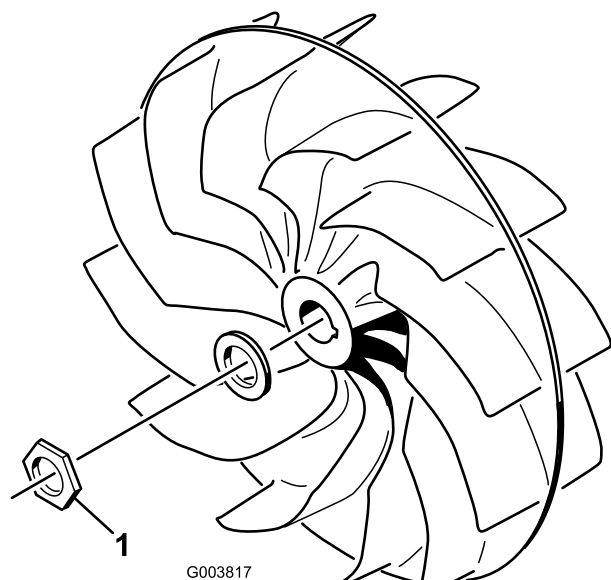

図 12
- ・ ファンの取り付けナット（図 12）の締め付けトルク： 500 ft-lb (69 kg.m)